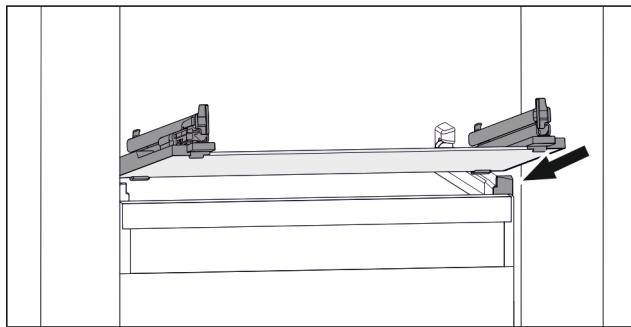

Fig. 73 Příklad znázornění skleněné desky
- ▶ Nasadte skleněnou desku šikmo za zarážky. (viz Fig. 73)